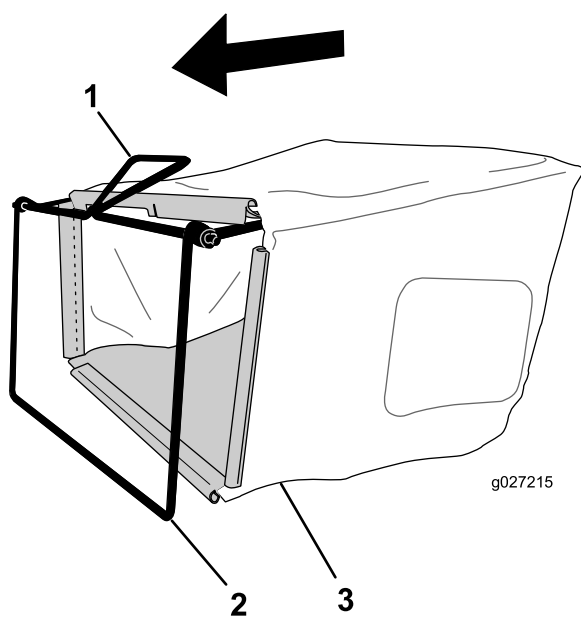

Figura 7
1. Deslize o saco de relva sobre estrutura como se mostra na Figura 7.
Nota: Não deslize o saco sobre o manípulo (Figura 7).